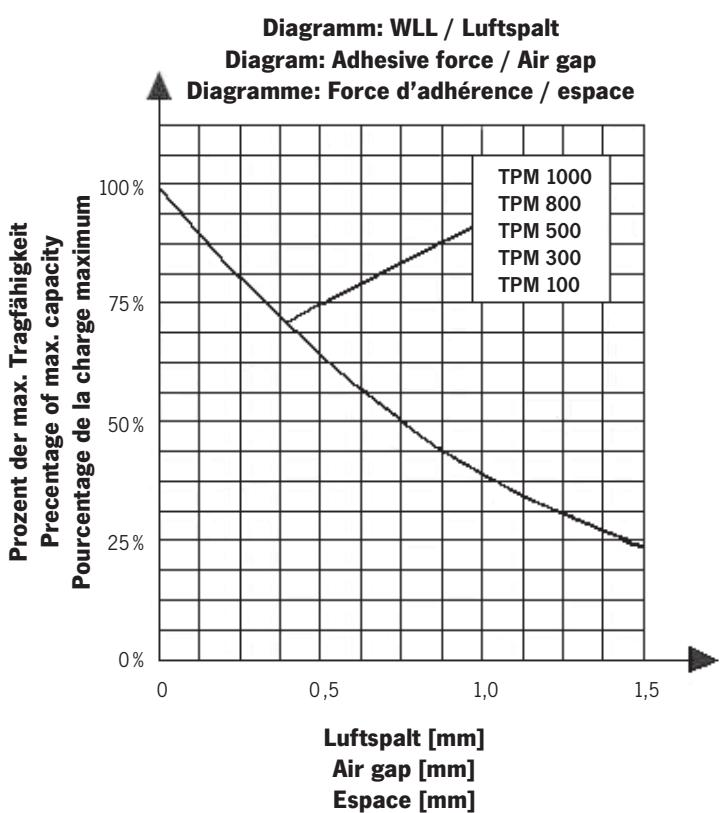

Fig. 3
**Attention:** Any gap resp. any obstacle between load surface and pole pieces of the magnet will lead to a reduction of capacity (also refer to air gap in Fig. 3).
- Refer to Fig. 3 and observe the air gap which has possibly resulted from coatings or other obstacles.
- Round material, pipes, stainless steel and castings will cause capacity reduction which must be taken into consideration (Fig. 3, 4, table 1, 2).
an air gap and material (Fig. 3, 4, table 1, 2).
- Le facteur de réduction de la charge maximale est indiqué sur les deux tableaux des fig. 3 et 4 et au tableau 1 et 2.
- ATTENTION:** Des préconisations spécifiques doivent être impérativement appliquées selon la forme et le matériau de la pièce (se référer à la Fig. 3 et 4 et au tableau 1 et 2).
- ATTENTION:** Un espace ou un obstacle entre la surface aimantée et la pièce mènera à une réduction de capacité (référez-vous au diagramme force d'adhérence Fig. 3).
- Pour connaître la charge maximum utile en fonction de votre utilisation, référez-vous au diagramme force d'adhérence (Fig. 3) qui spécifie la charge maximum utile en fonction de l'espace entre la pièce et la surface aimantée.
- L'utilisation de l'aimant avec des pièces cylindriques, des tuyaux, de l'acier inoxydable et de la fonte causera une réduction de la charge maximum utile de l'appareil, qui doit être prise en compte (se référer à la Fig. 3 et 4 et au tableau 1 et 2).
**ATTENTION:** Vérifier que le contact entre la charge et l'aimant est correct et n'oublier pas de prendre en compte la réduction de charge maximum utile de l'appareil en fonction de l'espace entre la surface à aimanté et la partie utile de l'aimant (Fig. 3 et 4, tableau 1 et 2).